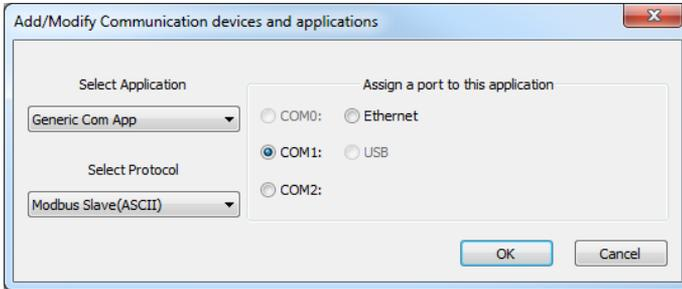

Figura 18: Añadir comunicación
5. Haga clic en **Añadir nuevo dispositivo/Aplicación**. Se muestra el cuadro Añadir/Modificar dispositivo de comunicación y aplicaciones (Figura 18).